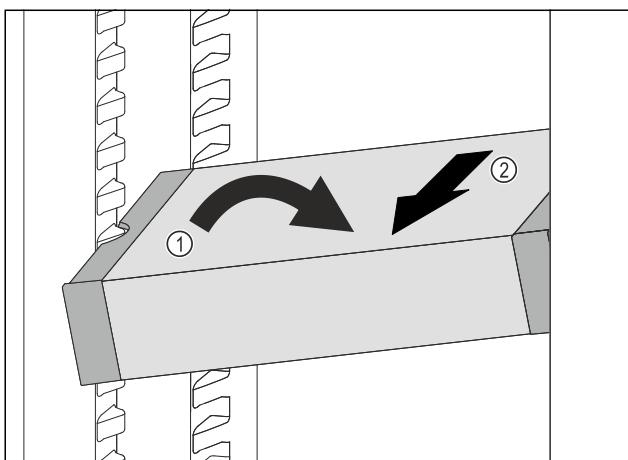

Fig. 62
- Наклонете VarioSafe в хладилната част. Fig. 62 (1)
- Извадете VarioSafe напред. Fig. 62 (2)